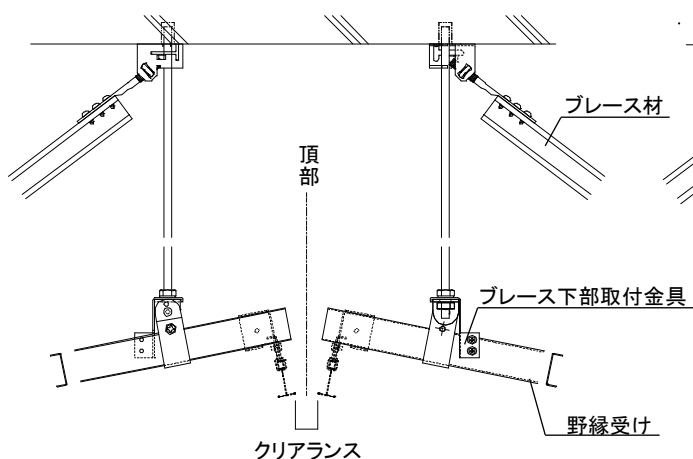
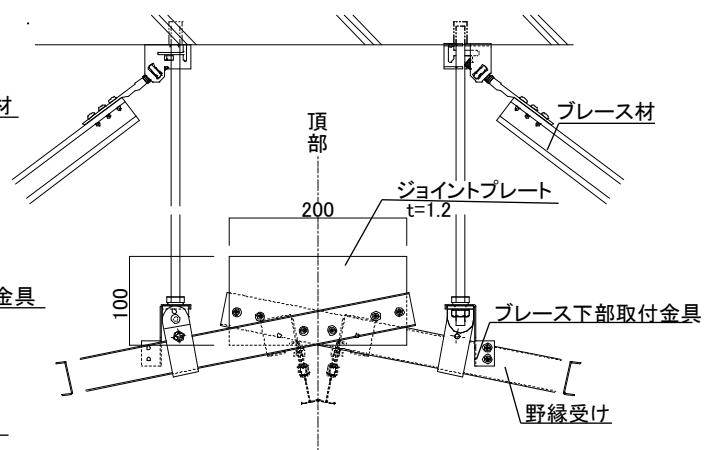

図 2-3-3 頂部納まり図(クリアランスあり)
図 2-3-4 頂部納まり図(固定)
③勾配天井の場合は頂部より施工を開始する。その際、頂部は端部と同様のクリアランスを設け、ブレースを配置して固定(図 2-3-3 参照)するか、ジョイントプレート等の補剛材を用いてビス 6 本で固定する。(図 2-3-4 参照)